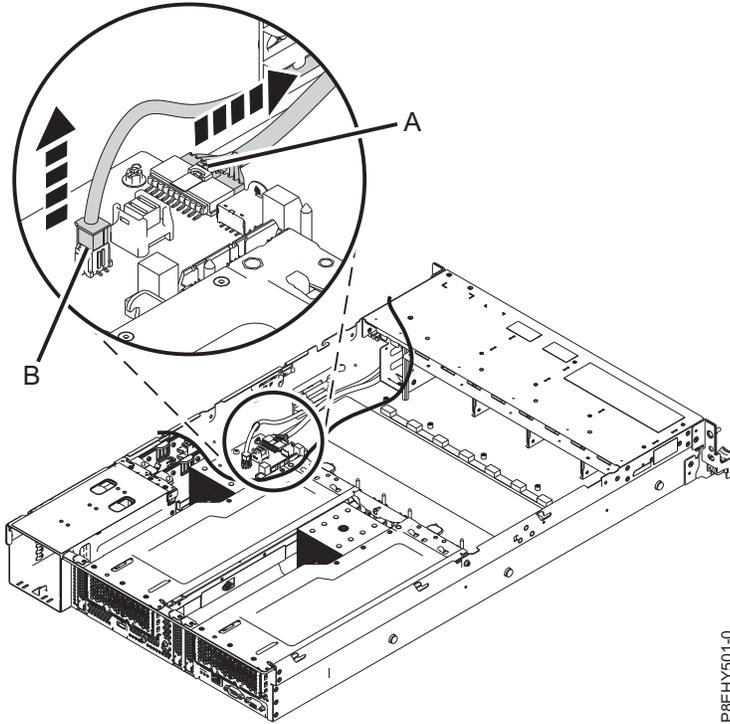

Figura 56. Removendo o cabo USB frontal e o cabo do comutador de energia do painel traseiro do sistema e a placa do ventilador da unidade de disco
5. Pressionando a trava de liberação no conector, desconecte o cabo USB frontal (A). Consulte Figura 56 na página 58.
6. Pressionando a trava de liberação no conector, desconecte o cabo do comutador de energia (B) do painel traseiro do sistema. Consulte Figura 56.